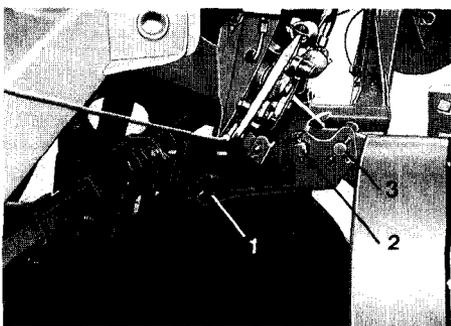
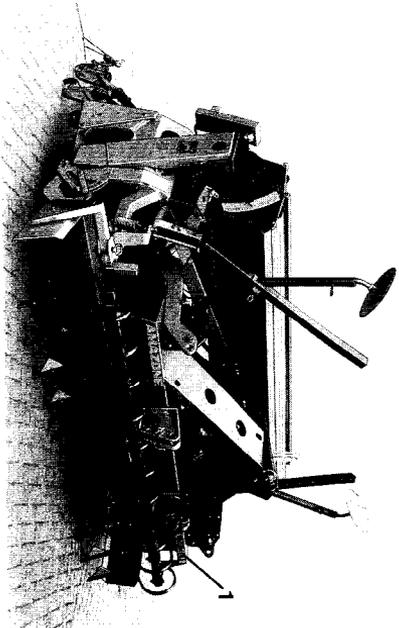

Fig. 16
Fig. 25
Betätigt wird das Bremssystem von dem linken oder rechten Unterlenkertragarm der Drillmaschine. Der Tragarm ist mit einem Bremshebel (Fig. 16/1) verbunden. Beim Anheben der Drillmaschine bewegt sich der Tragarm nach oben und drückt die Bremskufe des Bremshebels auf die Lauffläche eines Reifens der Walze und bremst sie sofort ab.
- Bremshebel (Fig. 16/1) mit der Aussparung von vorn auf den Tragarmbolzen (Fig. 16/2) schieben.
- Bremshebel mit Bolzen (Fig. 16/3) am Tragarm befestigen und mit einem Klappsplint sichern.
Soll die Streifenpacker-Drillmaschine nicht in Kombination mit einem zapfwellengetriebenen Bodenbearbeitungsgerät zum Einsatz kommen, kann bei ausreichend vorbereitetem Boden die AMAZONE-Voregge (Fig. 25/1) eingesetzt werden.
Der Anbau der AMAZONE-Voregge VE (Fig. 25/1) an die Streifenpacker-Drillmaschine entspricht der Montage des Kreiselgrubbers unter Pkt. 5. Die Tragarme (Fig. 13) zusammen mit dem Bremshebel (Fig. 16/1) und dem Oberlenker nach Figur 25 montieren, und die Drillmaschine gerade ausrichten.